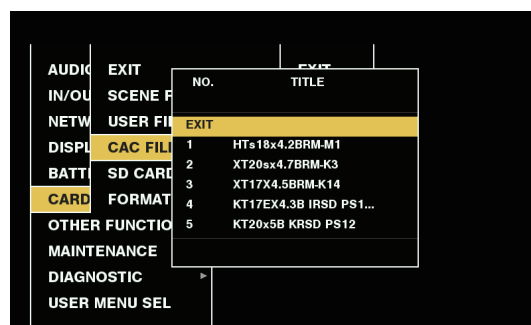

Fig. 2
- 3 Sélectionnez le numéro de fichier à charger et appuyez sur la molette crantée (ou la touche <SET>). (Fig. 2)**